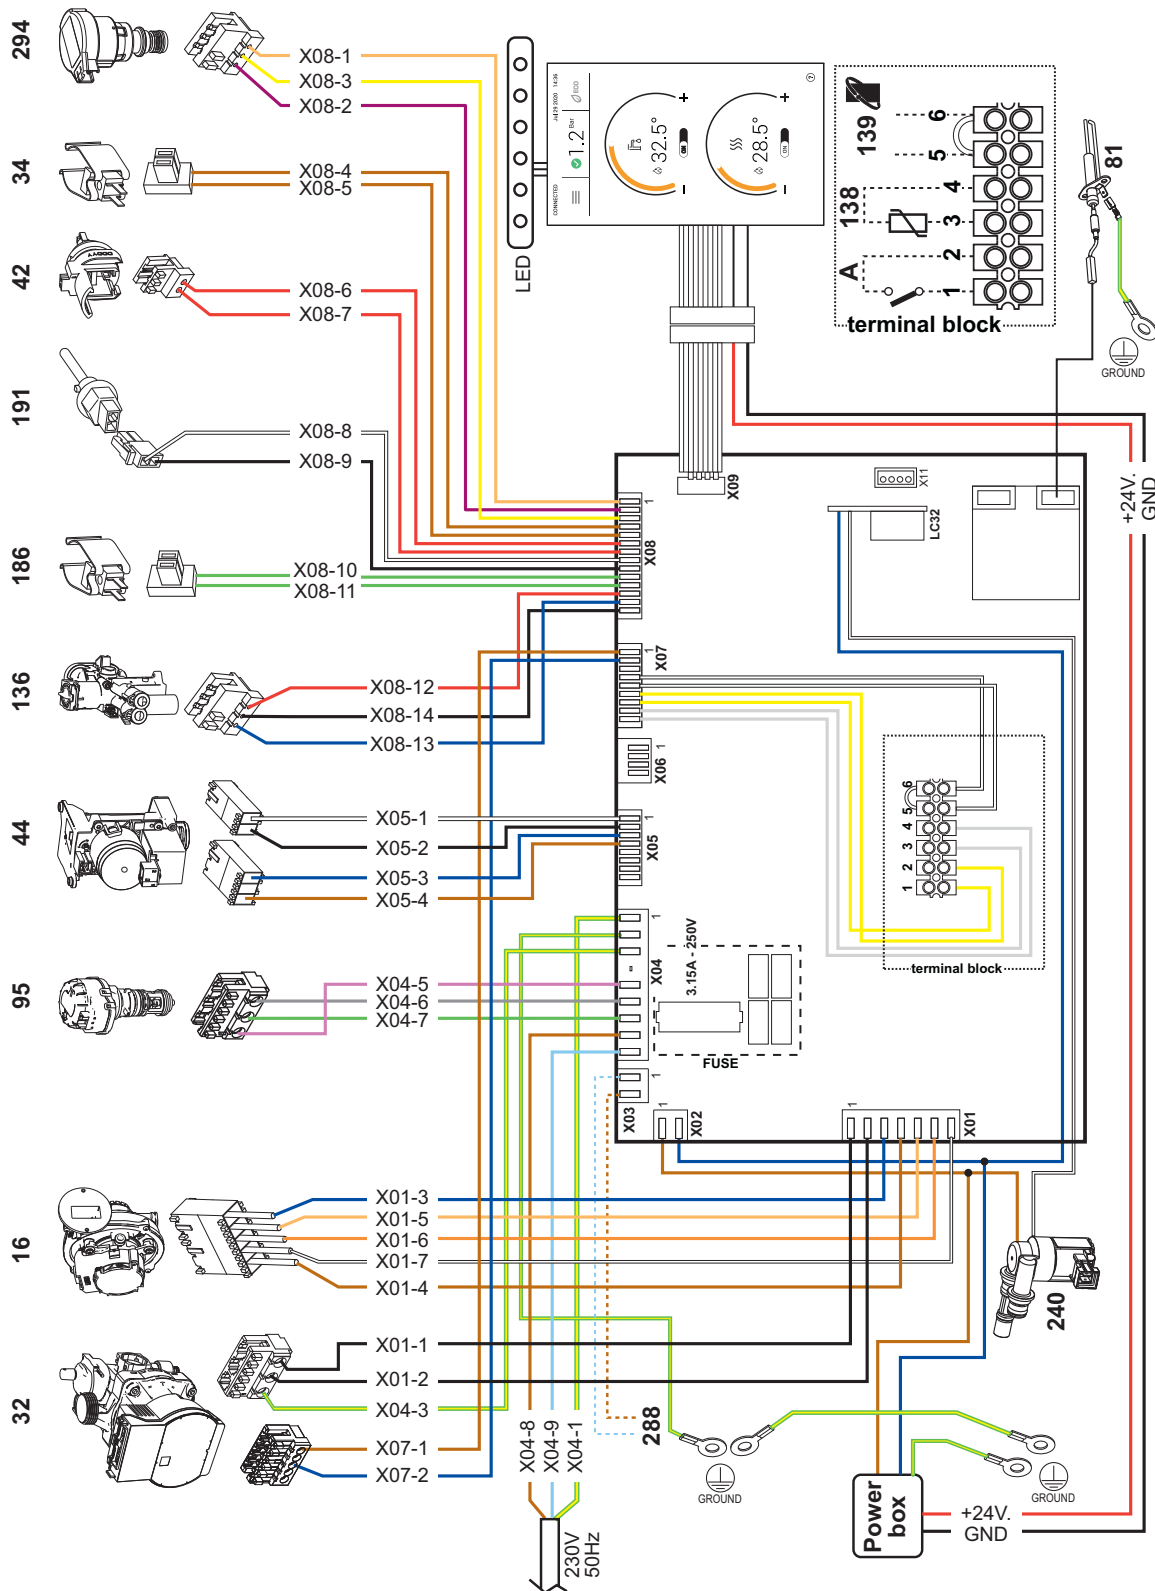

fig. 46- Schema electrică
**4.6 Schemă electrică (fig. 46)**